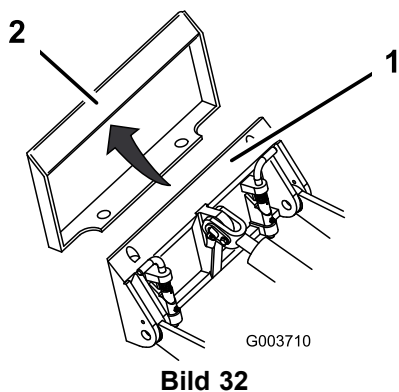

Bild 32
- Positionieren Sie die Befestigungsplatte am oberen Rand der Aufnahmeplatte am Anbaugerät (Bild 32).